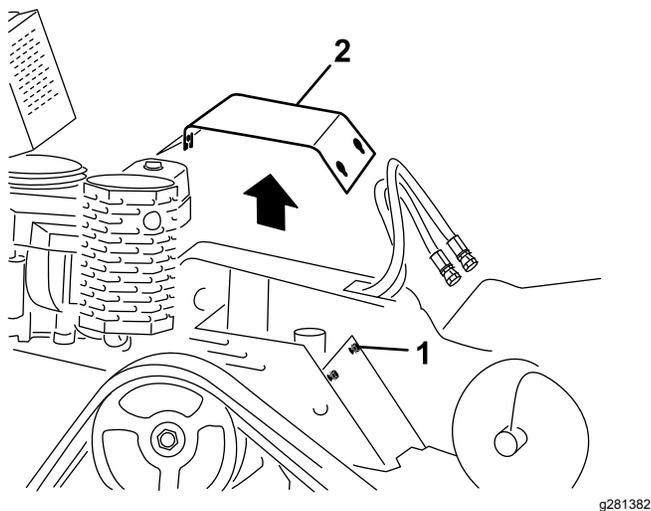

Figura 21
4. Afloje secuencialmente los 3 pernos que sujetan la cubierta al bastidor hasta que la cubierta quede suelta (Figura 21).
1. Perno (3) 2. Chapa de cierre
6. Para instalar la cubierta antes de usar la máquina, coloque la cubierta en su sitio y sujétela con los 3 pernos que aflojó anteriormente (Figura 21).